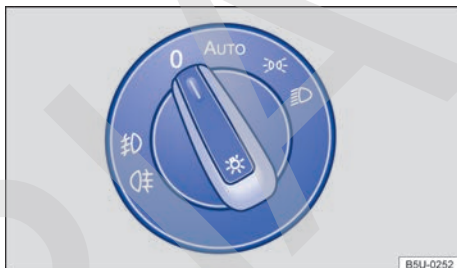

Fig. 76 En el panel: conmutador de las luces.
Gire el mando de las luces → **fig. 76** hasta la posición deseada:
- Para encender el farol de neblina : el mando giratorio de las luces → **fig. 76** debe estar en la posición o . Tirar el conmutador hasta la primera posición.
- Para encender la linterna de neblina : el mando giratorio de las luces → **fig. 76** debe estar en la posición o . Tire el mando hasta la segunda posición.